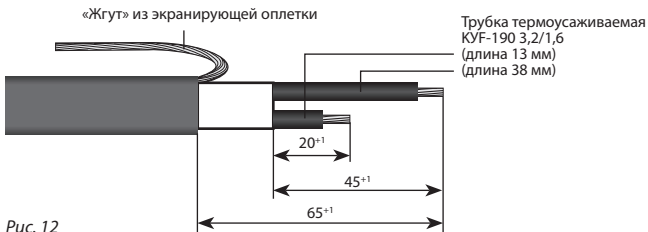

Рис. 12
6.1.1. Удалить оболочку с конца нагревательного кабеля на длине 65 мм (рис. 12).